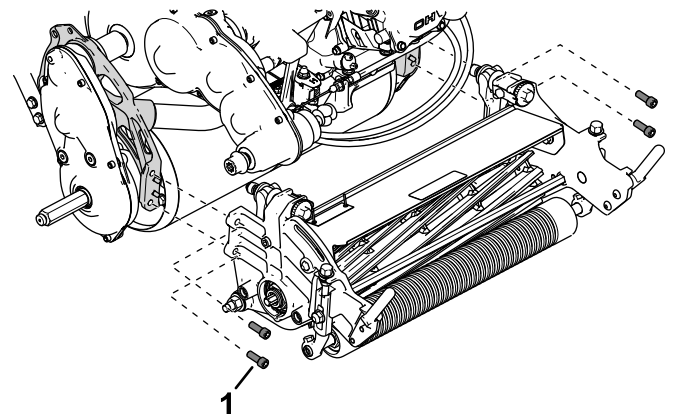

Figura 49
4. Rimuovete le viti a testa incassata che fissano l'apparato di taglio al telaio (Figura 49).